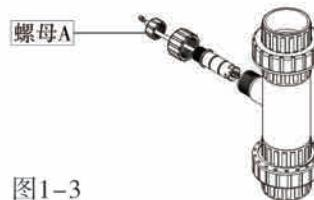

图1-3
- B、当流量计出现停止计量时，且确定被测液体仍然在流动时，可以在线检查流量探头的工作方式。将探头上盖螺母A拧下，观察探头背部发光二极管的工作状况，如果二极管出现常亮或常灭的现象，说明管道内叶轮已停止转动，此时需要停止管道工作，将管道内压力全部泄掉，然后拆下探头，检查叶轮周围是否有异物影响叶轮转动。清洗后如果手动转动工作正常，且背部二极管正常工作，确认安装正确后可以继续使用。（如图1-3）